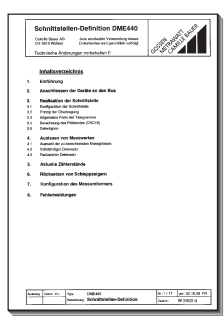

Bild 4
- 1 **Schnittstellen-Definition DME 440** (Bild 4)